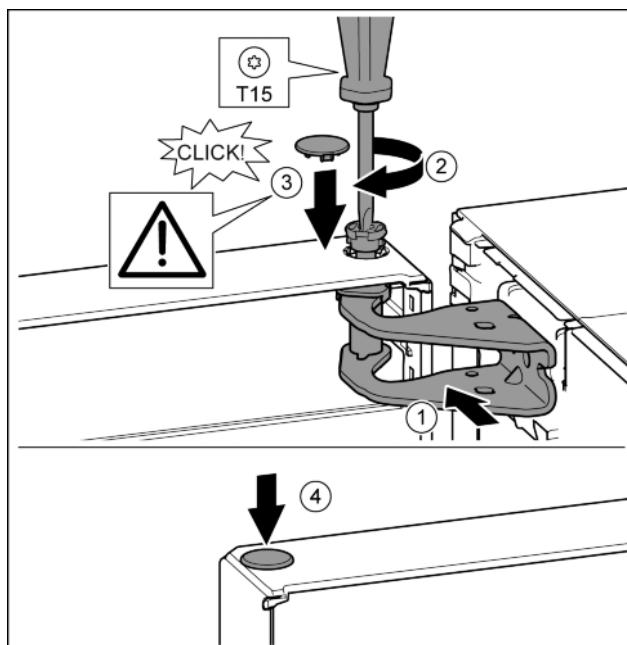

Fig. 19
- Вирівняйте дверцята зверху по отвору в опорному кронштейні. *Fig. 19 (1)*
- Вставте палець та закрутіть за допомогою викрутки T15. *Fig. 19 (2)*
- Встановіть захисну кришку для захисту дверцят: вставте захисну кришку і проконтрольуйте, щоб вона прилягала до дверцят. Якщо це не так, повністю вставте палець. *Fig. 19 (3)*
- Вставте пробку. *Fig. 19 (4)*